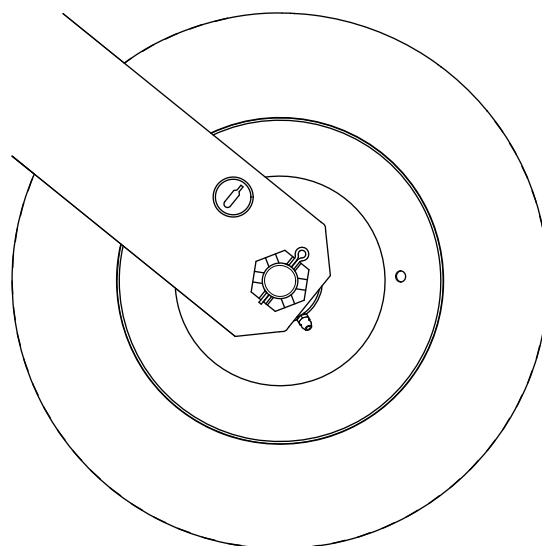

Figure 27
1. Vérifiez la pression de gonflage des pneus (Figure 27).